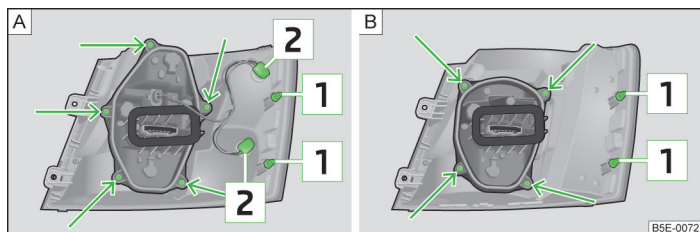

Fig. 231 Partea exterioară a lămpii: Lampa de bază / lampă cu diode cu LED
- Împingeți cu atenție blocul optic spate în caroserie, astfel încât bolțurile [1] » fig. 231 la pagina 266 ale lămpii să se fixeze în suporturile din caroserie » .
- Rotiți soclul becului [Z] » fig. 231 în sens antiorar și scoateți-l din carcasa lămpii.
- Deșurubați suportul lămpii » fig. 231 - A, respectiv B cu șurubelnița din trusa de scule și scoateți-l din blocul optic spate.
- Rotiți soclul becului până la limită în sens antiorar și scoateți-l din carcasa lămpii » fig. 231 - C, respectiv D.